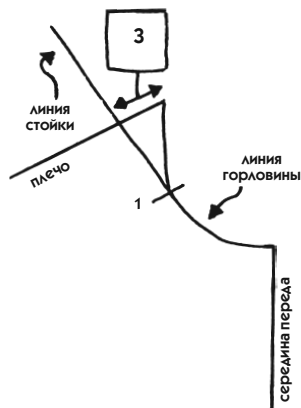

Рис. 438
2. На линии плеча отложите 3 см от горловины и обозначьте точку, через которую пройдет наклонная, означающая *линию стойки воротника* (см. рис. 438).
3. Через полученную точку (поставьте засечку 1) проведите линию стойки воротника в виде касательной к линии горловины (см. рис. 438).
9. Чтобы переснять разные части одного из лекал 444, 445, воспользуйтесь пояснениями к рис. 438 и 439. Не пропустите ни одну засечку, особенно в лекале 445.